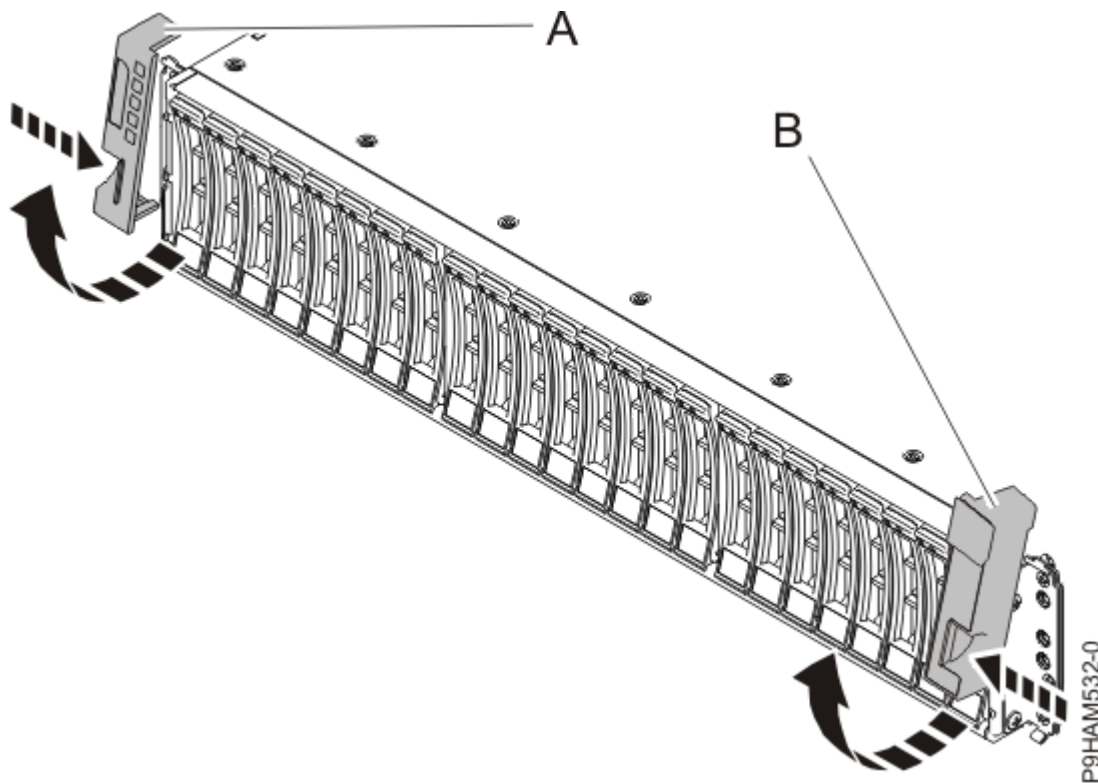

Abbildung 2. Seitenabdeckungen ausbauen
3. Bauen Sie an der Vorderseite des Racks die linke Seitenabdeckung **(A)** und die rechte Seitenabdeckung **(B)** aus, um die Halterungen freizugeben. Drücken Sie die Entriegelung zusammen, um die Frontblende nach oben zu drehen und vom Chassisflansch zu entfernen (wie in Abbildung 2 auf Seite 21 dargestellt).